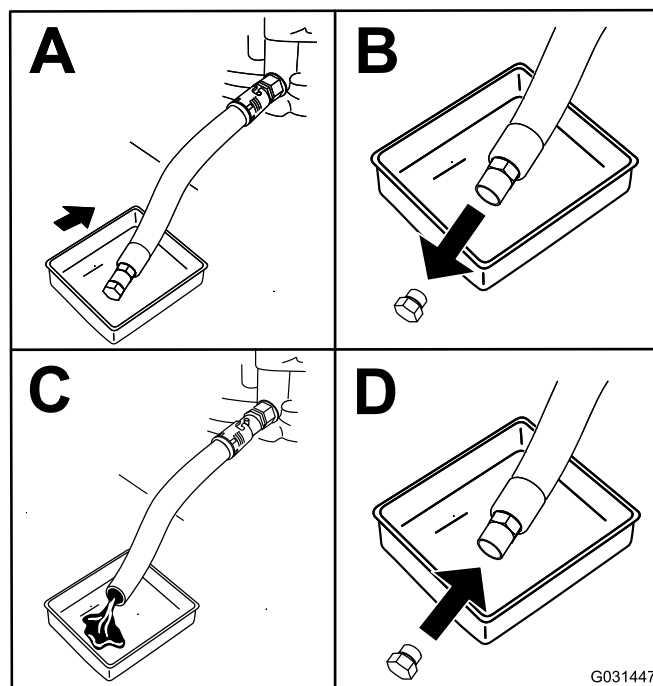

Figura 44
- Cambie el aceite del motor, según se muestra en Figura 44.